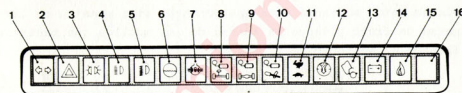

Fig. 2.4 Placa de lámparas de control.
- 7a Al regresar la cabina a su posición normal, deben asegurarse correctamente los anclajes, de no ser así el testigo rojo (fig. 2.4 nº 13) se encenderá, avisándonos de esta anomalía.